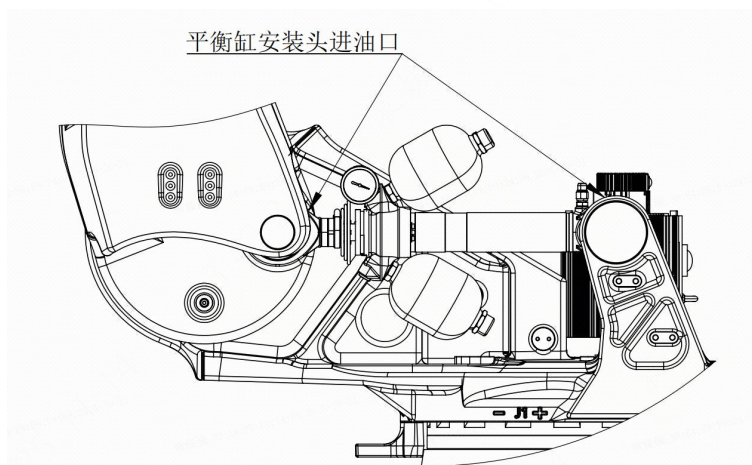

图 4-1 机器人注油口和排气口分布图
- 3) 拆下润滑供、排油口的内六角螺塞 M10\*1，见图 4-1，在排油口下方放置润滑油承接容器，为了避免污染机器人，可根据需要安装排油用接头[M10×1]和排油软管[φ8×1m]